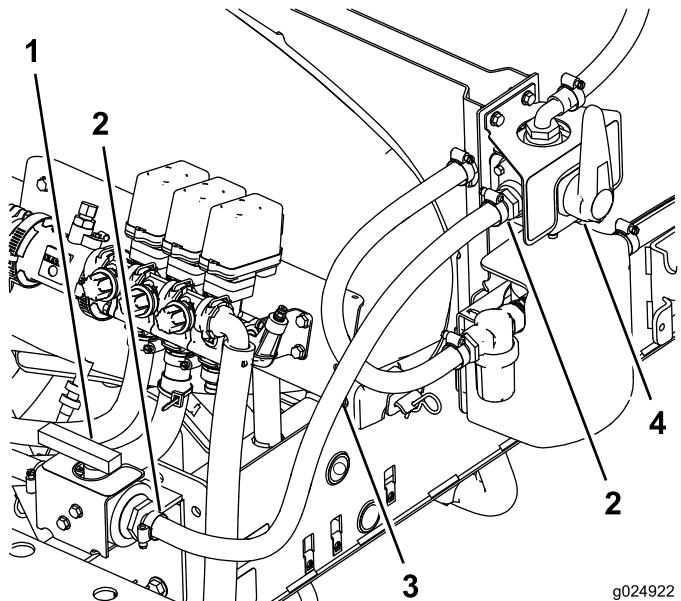

Figura 26
- Instale la manguera (Figura 26).